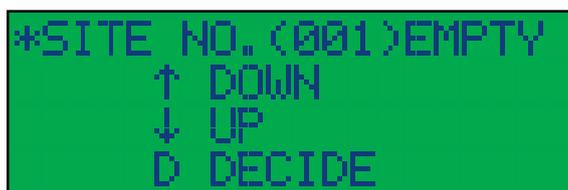

図 5-3 SITE 選択画面
- CTS-02V4 が起動すると、最初に測定装置のバージョン情報、内部時計の時刻、設定したパラメータなどが表示され、SITE 選択画面(図 5-3)に移行します。この状態が初期状態となります。